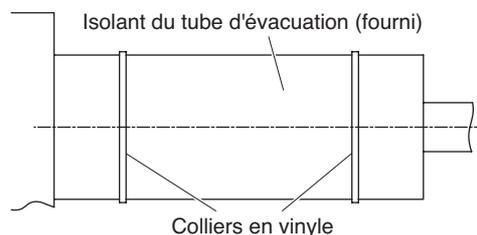

Fig. 3-7
(2) Une fois l'évacuation contrôlée, enroulez l'isolant fournis autour du tube d'évacuation des condensats. (Fig. 3-7)